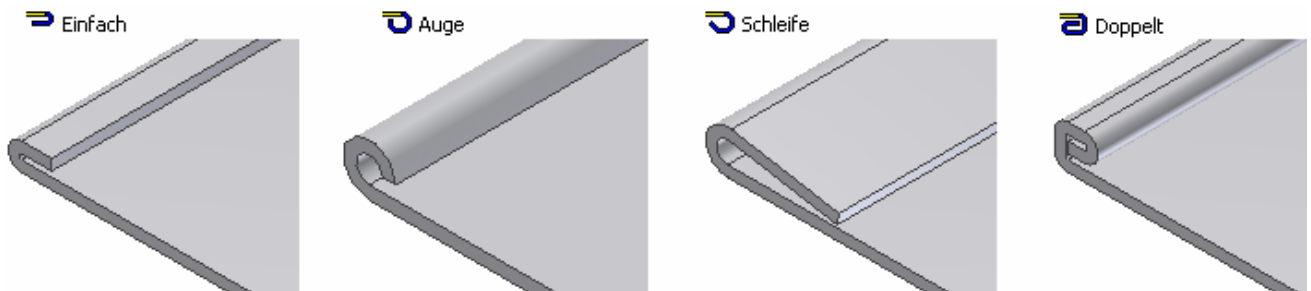

Bild 28: Die verschiedenen Typen eines Falz
- Typ. Sobald ein Typ ausgewählt ist, erscheint eine Vorschau des Falz (grünes Drahtmodell) als Orientierungshilfe. Der Anwender kann einfache oder doppelte Falze, Augen oder Schleifen erstellen (Bild 28)